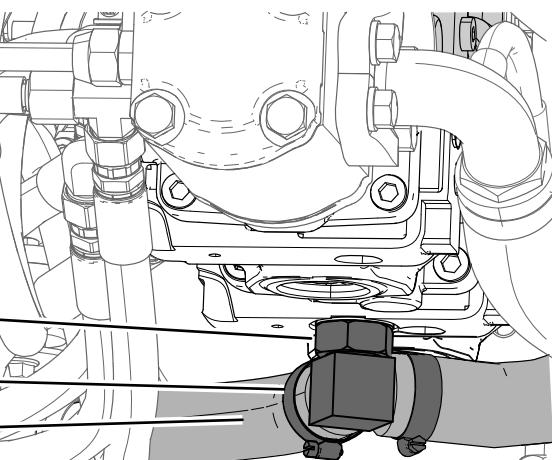

Bild 16
5. Lösen Sie die beiden Schlauchschellen und entfernen Sie die Schläuche vom Anschlussstück (Bild 16).
2. Schlauchklemme (2)
3. Schlauch (2)
7. Verwenden Sie einen 1 1/4" Hahnenfuß- oder Gabelschlüssel, um die Mutter des in der Abbildung gezeigten Anschlussstücks zu lösen Bild 16.
11. Drehen Sie das Anschlussstück wieder in die ursprüngliche Stellung (Bild 16). Ziehen Sie die Mutter auf ein Drehmoment von 182 bis 222 N·m fest.
12. Befestigen Sie die Schläuche und Schlauchklemmen (Bild 16).